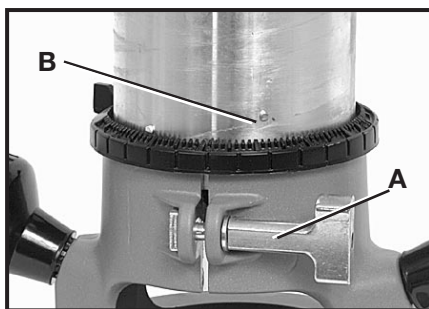

Fig. 1
- (a) Ouvrez la bride (A) Fig. 1.
- (b) Tout en tenant la base, tournez le moteur en SENS ANTI-HORAIRE jusqu'à ce que la cheville inférieure (B) dans le carter du moteur soit dégagée de la rainure de la base.
1. Desserrez la vis de la pince (A) Fig. 1 pour permettre de placer l'unité de puissance dans la base.
2. Insérez le moteur dans la base en alignant la cheville inférieure (B) sur la rainure de la base.